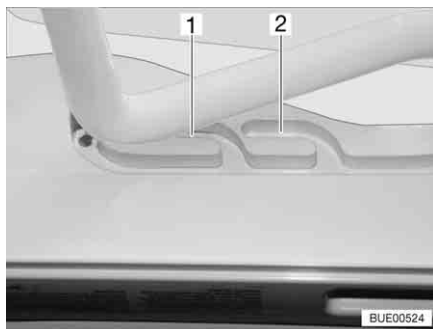
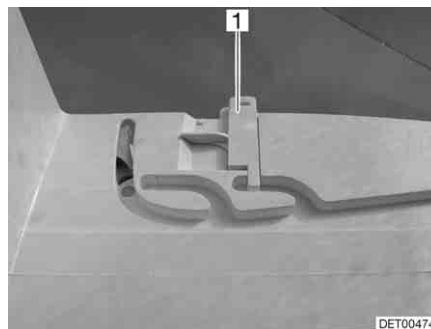

Fig. 37 Oblò Heki in posizione di ricircolo d'aria
Fig. 38 Bloccaggio della posizione di ricircolo d'aria
È possibile portare l'oblò Heki in due posizioni di ricircolo d'aria: Posizione brutto tempo (Fig. 37,1) e posizione centrale (Fig. 37,2). A seconda del modello è possibile bloccare l'oblò nella posizione centrale con il chiavistello (Fig. 38,1).
- Premere la staffa leggermente verso l'alto, spingerla nella guida selezionata (Fig. 37,1 o 2) ed eventualmente bloccarla.